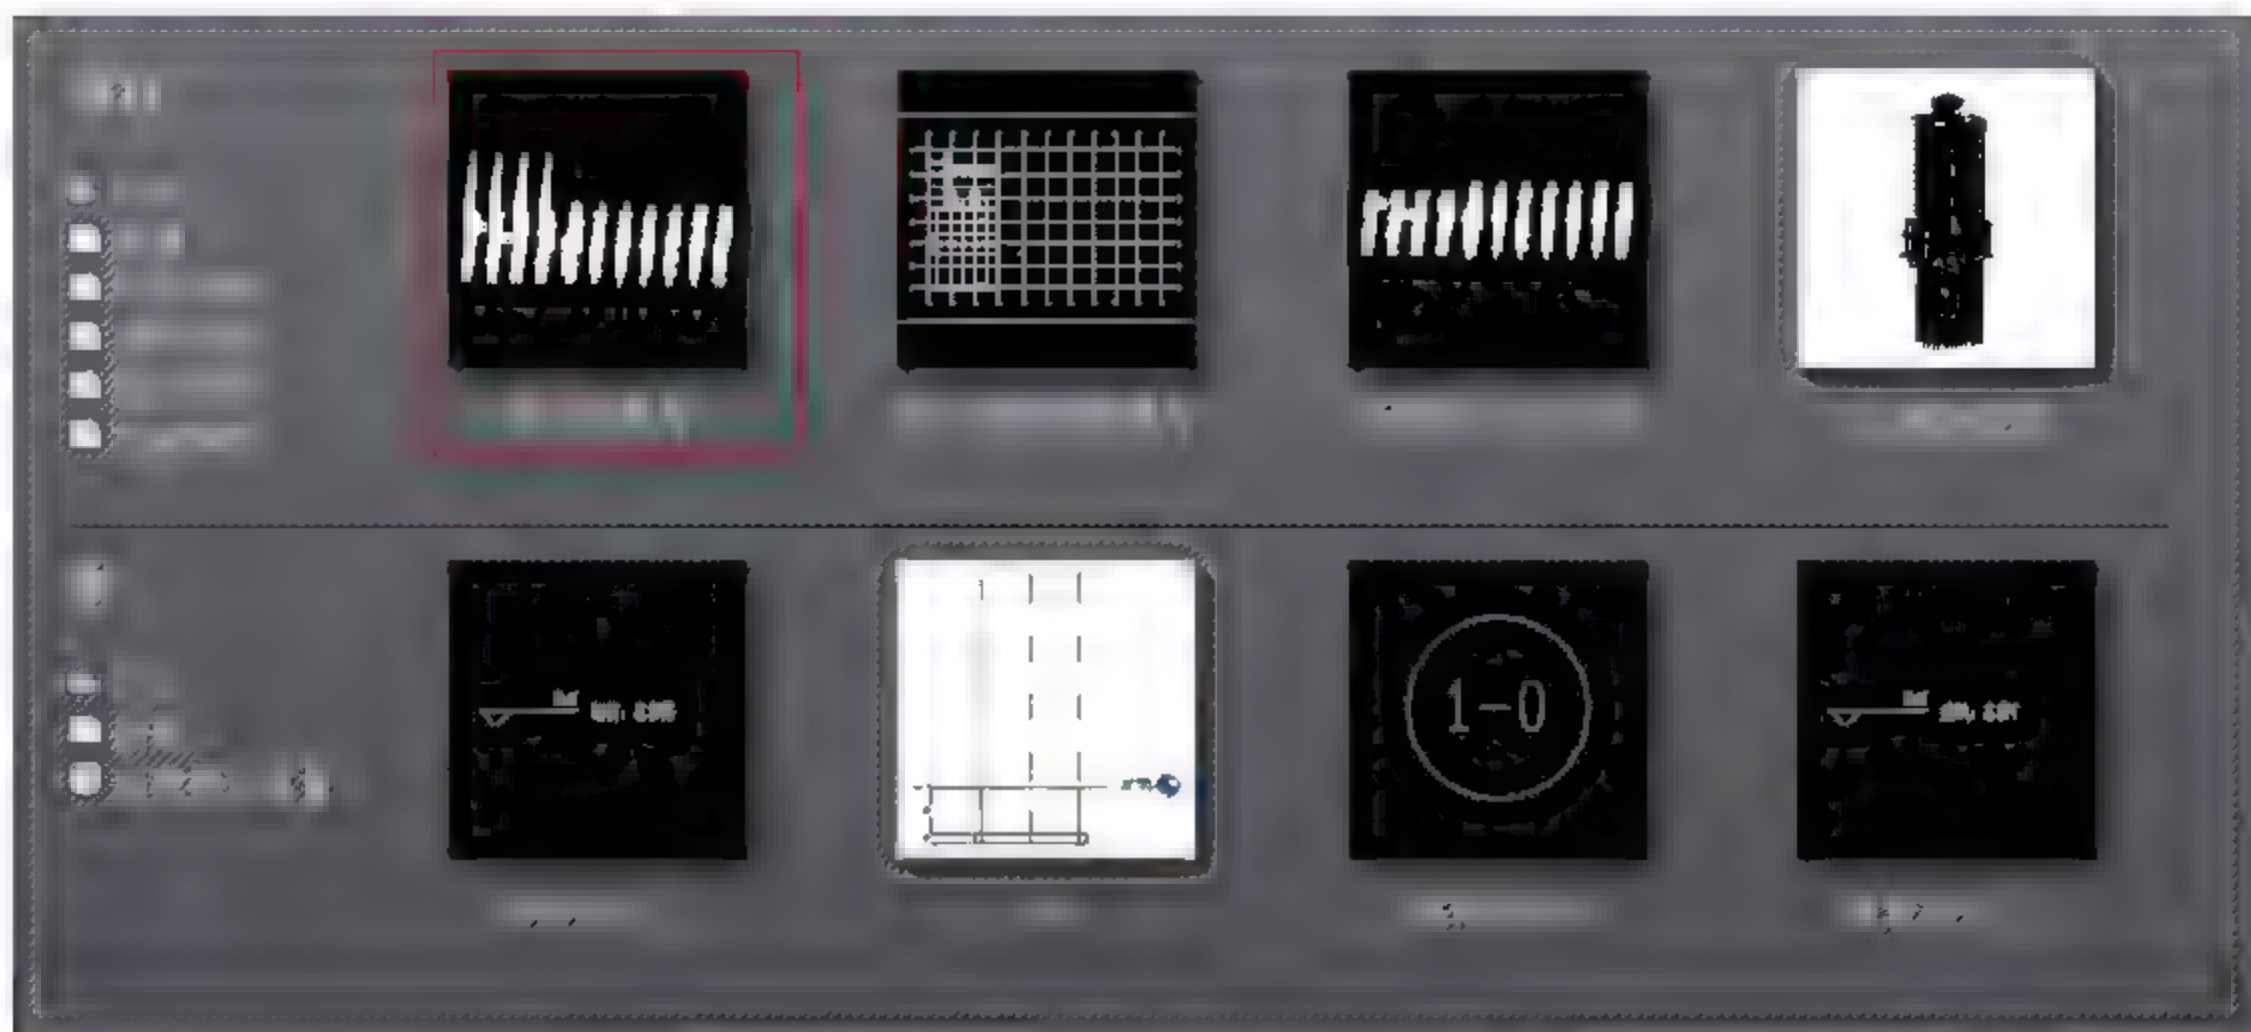

图 3.1.44 打开项目
(1) 打开项目。打开 Revit 进入其主界面，双击 3.1.1 节完成的图形文件（Revit 在保持项目时会自动在主界面保留一个最近刚完成的项目，方便下次查阅），如图 3.1.44 所示。